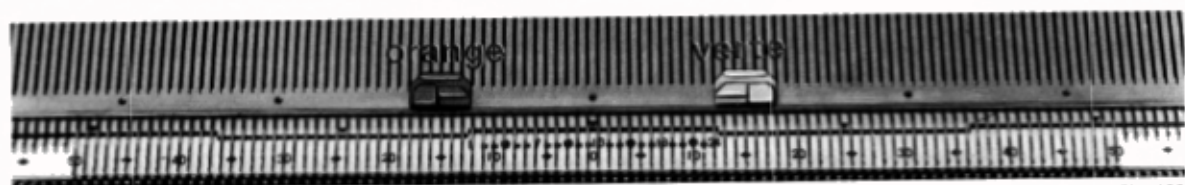

Fig. 122
- 8° Positionner les cames de motif comme fig. 122, c'est-à-dire, une orange à gauche de la 12^e aiguille de gauche et une verte à droite de la 12^e aiguille de droite. Tricoter.